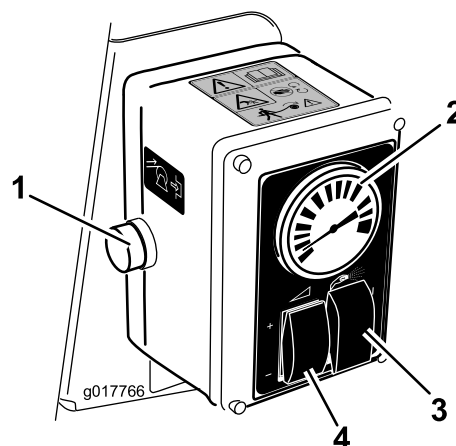

Figura 21
5. Ponga el interruptor de selección de fumigación en la posición de fumigación manual (Figura 21).
6. Ajuste el interruptor de regulador de caudal y el acelerador para aumentar o reducir la presión, dada por el manómetro, al ajuste deseado (Figura 21).